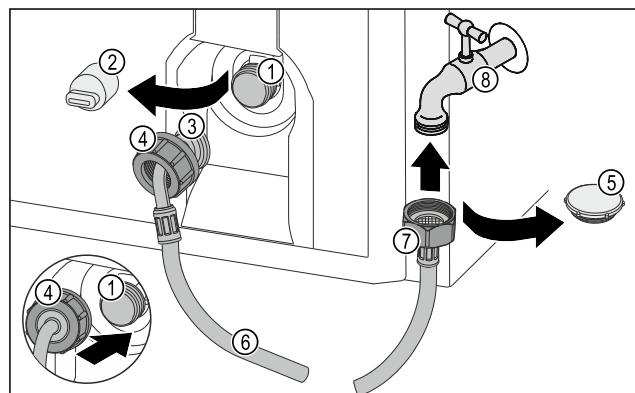

Fig. 22
- Retirer le capuchon de fermeture Fig. 22 (5).
- ▶ Placer l'extrémité de flexible droite *Fig. 22 (7)* sur le robinet d'eau *Fig. 22 (8)*.
- ▶ Serrer l'écrou sur l'extrémité de flexible droite *Fig. 22 (7)* dans le sens des aiguilles d'une montre.